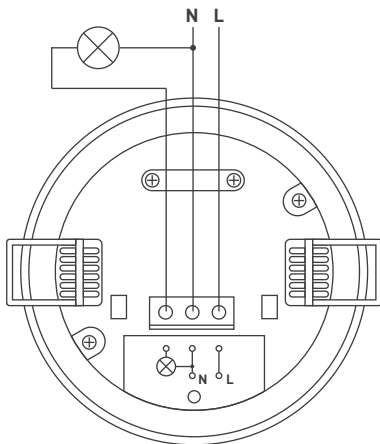

Рис. 1. Схема подключения датчика
- 3.3. Подключите датчик согласно схеме, представленной на рис. 1.